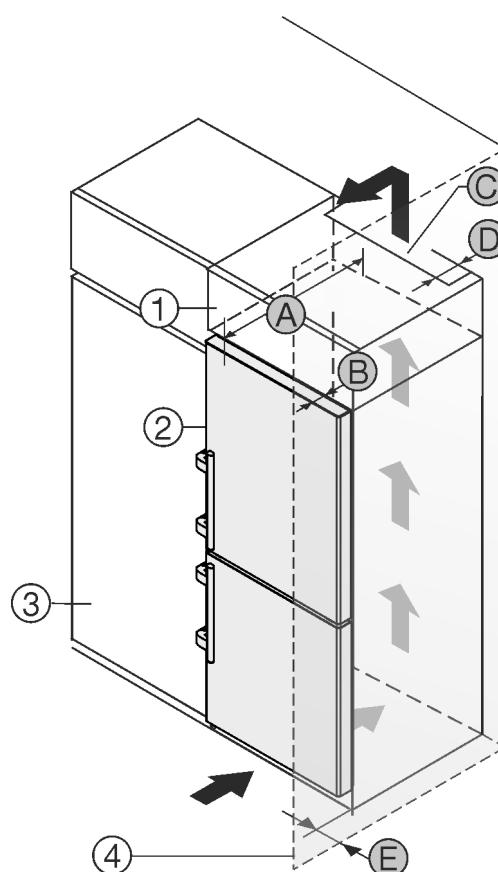

Fig. 2
Gerät direkt neben dem Küchenschrank Fig. 2 (3) aufstellen.\*
An der Rückseite des Aufsatzschrankes muss ein Abluftschacht mit der Tiefe *Fig. 2 (D)* über die gesamte Aufsatzschrankbreite vorhanden sein.\*
Unter der Raumdecke muss der Entlüftungsquerschnitt *Fig. 2 (C)* eingehalten werden.\*
Wenn das Gerät mit den Scharnieren neben einer Wand *Fig. 2 (4)* aufgestellt wird, muss der Abstand zwischen Gerät und Wand mindestens 57 mm (2.24 in) betragen. Dies entspricht dem Griffüberstand bei geöffneter Tür.\*
Um die Türe vollständig öffnen zu können, muss Gerät um die Türtiefe *Fig. 2 (B)* gegenüber der Küchenschrankfront vorstehen. Abhängig von der Tiefe der Küchenschränke *Fig. 2 (3)* und Verwendung von Wandabstandshaltern kann das Gerät weiter herausragen.\*